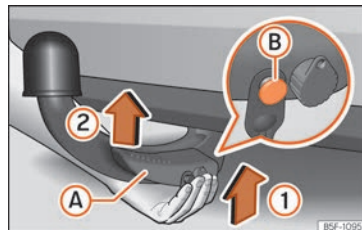

Fig. 295 Colocar bola desmontable / perno de desbloqueo en el estado desplegado
- Sujete la bola desmontable desde abajo » fig. 295 y encájela en el alojamiento del gancho siguiendo el sentido de la flecha ① hasta que se encastre de forma audible » ⚠.